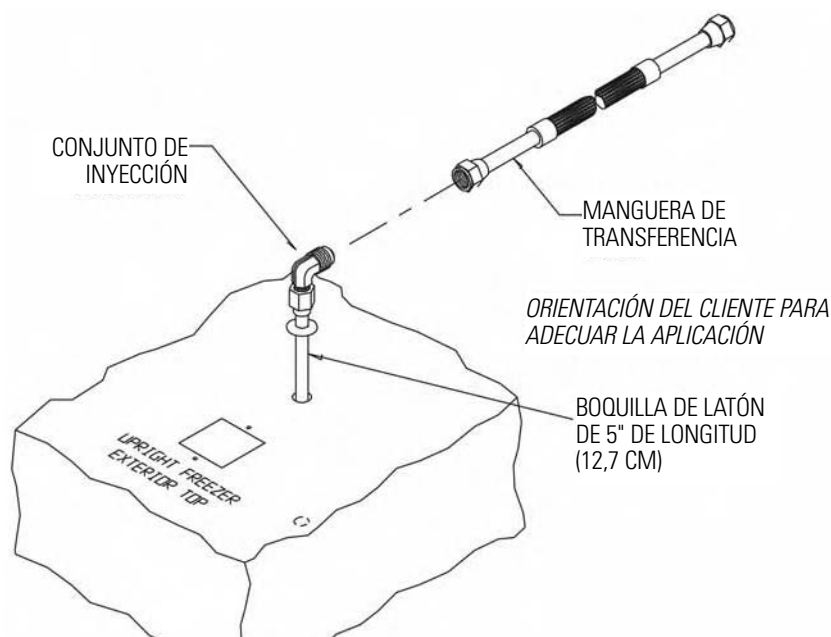

Figura 5-1. Panel de inyección
1. Instale el conjunto de inyección (Figura 5-1) a través del agujero preperforado de 1/2 pulgada (1,25 cm), directamente detrás del agujero del conjunto del respiradero de 2 pulgadas (5 cm) en el centro del techo de la cámara.